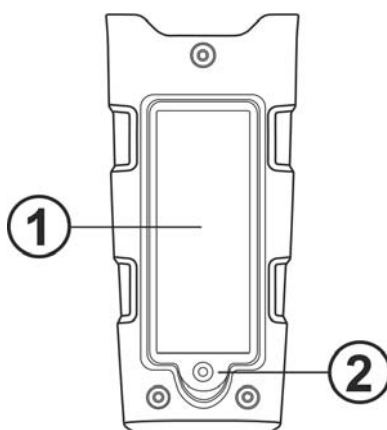

Fig. 5: Remplacement de la batterie
2. Dévisser la vis de fixation (voir Fig. 5 – partie 2) du couvercle du compartiment batterie (voir Fig. 5 – partie 1), enlever cette couverture et extraire les batteries